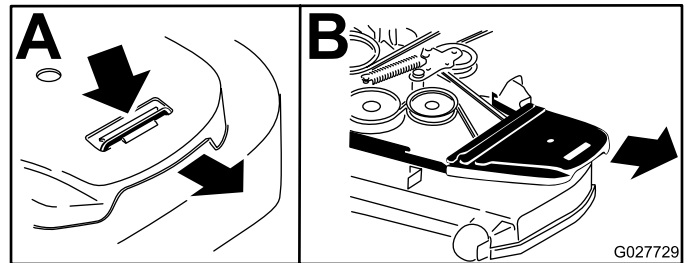

Figure 60
4. Déposez les couvercles de courroie (Figure 60).